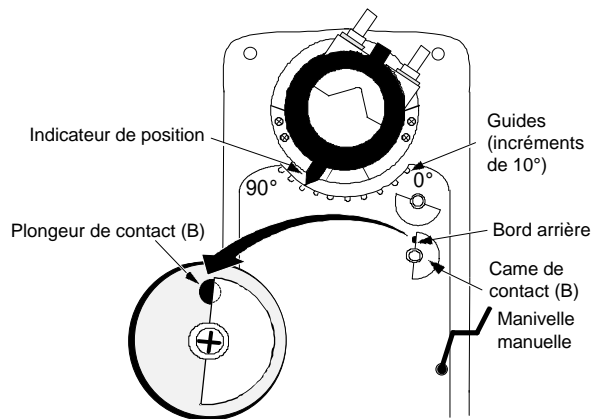

Figure 14 : Came du contact (B) représentée en position d'angle de 70°
2. Tournez la came du contact B vers la droite et alignez le bord arrière de la came du contact sur le plongeur de la came jusqu'à ce que le plongeur se soulève. (Figure 14)